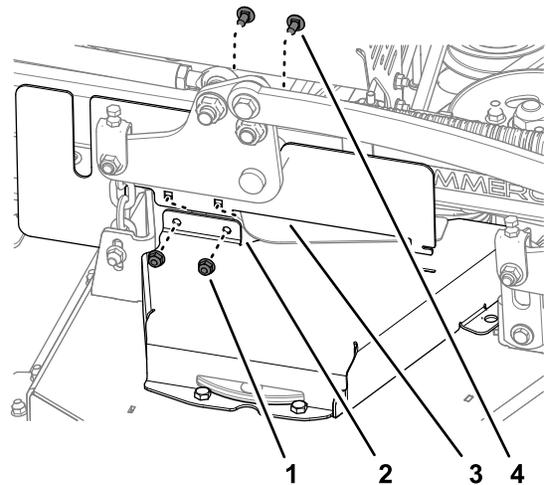

Figura 41
2. Monte a cobertura CE do lado direito na cobertura da correia direita (Figura 41) com os dois parafusos de carroçaria e duas porcas de bloqueio que removeu em Remoção da cobertura da correia esquerda (página 29).